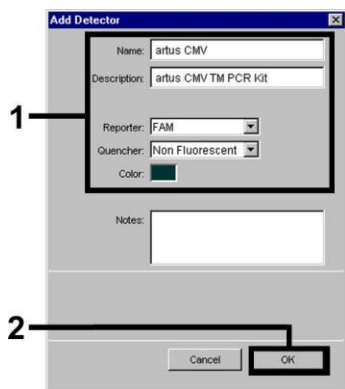
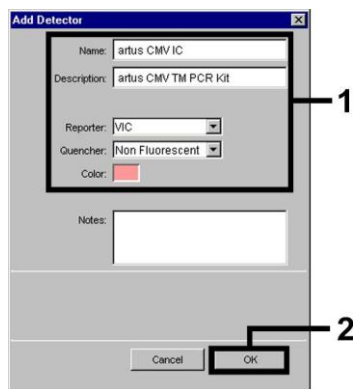
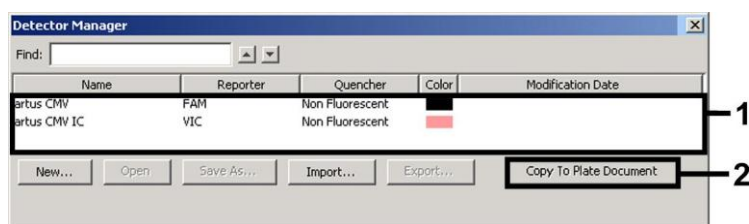

Fig. 17: Udarbejdelse af den CMV-specifikke detektor (*Detector Manager*).
Fig. 18: Udarbejdelse af den IC-specifikke detektor (*Detector Manager*).
Fig. 19: Valg af detektorer (*Detector Manager*).
Definér i vinduet, som nu kommer frem, reporter/quencher-kombinationen **FAM/Non Fluorescent** til detektion af CMV-DNA. Vælg til detektion af den *Interne Kontrol* kombinationen **VIC/Non Fluorescent** (tilsvarende Fig. 17 og Fig. 18). Ved bekræftelse af indtastningerne (OK) vender De tilbage til *Detector Manager*. Markér de netop oprettede detektorer, og transferer hvert udvalg, ved at klikke på optionen *Copy to Plate Document*, til *Setup*-planen (se Fig. 19). Luk vinduet (*Done*).